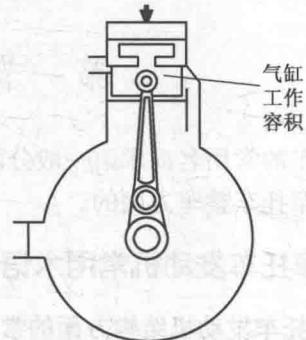

图 1-6 气缸工作容积
(7)气缸工作容积。如图 1-6 所示,在一个工作循环中,气缸的最大容积与最小容积(均包括燃烧室容积)的差值,即活塞在上、下止点之间所扫过的容积,单位为 mL。